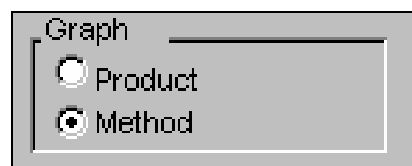

Figure 8-10 — Sélection du type de graphique
2. Cliquez sur l'option Method (sous Graph, voir Figure 8-10) pour créer un graphique par méthode.
Ou, cliquez sur l'option Product (sous Graph, voir Figure 8-10) pour créer un graphique par produit.